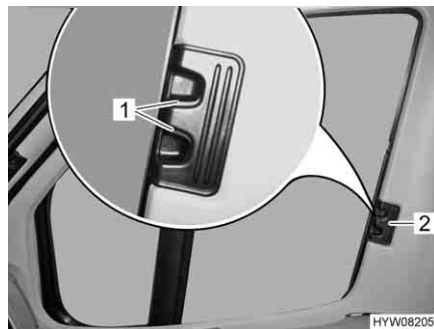

Fig. 57 Dispositif occultant plissé pour la fenêtre côté conducteur/passager
- Presser les poignées de déverrouillage (Fig. 57,1) et les maintenir pressées.
- Tirer les dispositifs occultants plissés pour les fenêtres côté conducteur et côté passager par la poignée (Fig. 57,2) vers l'autre côté de la fenêtre et les rassembler au niveau de la piste magnétique.
- Pousser les dispositifs occultants plissés pour les fenêtres côté conducteur et côté passager jusqu'à la butée au niveau de la poignée (Fig. 57,2).
- Lâcher les poignées de déverrouillage (Fig. 57,1) et les faire s'enclencher.